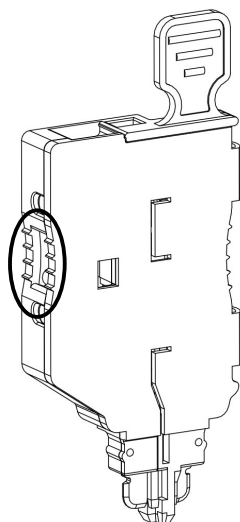
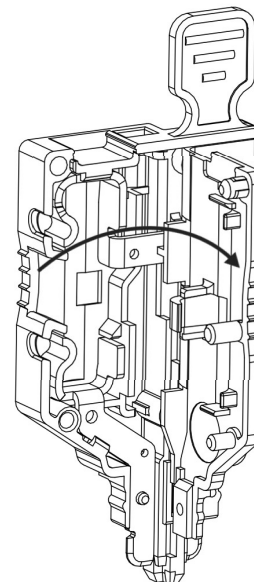

Рисунок 45 – закрытая крышка штекера
Рисунок 46 – приоткрытая крышка штекера
- Рукой приоткройте крышку (рис. 45; рис. 46).